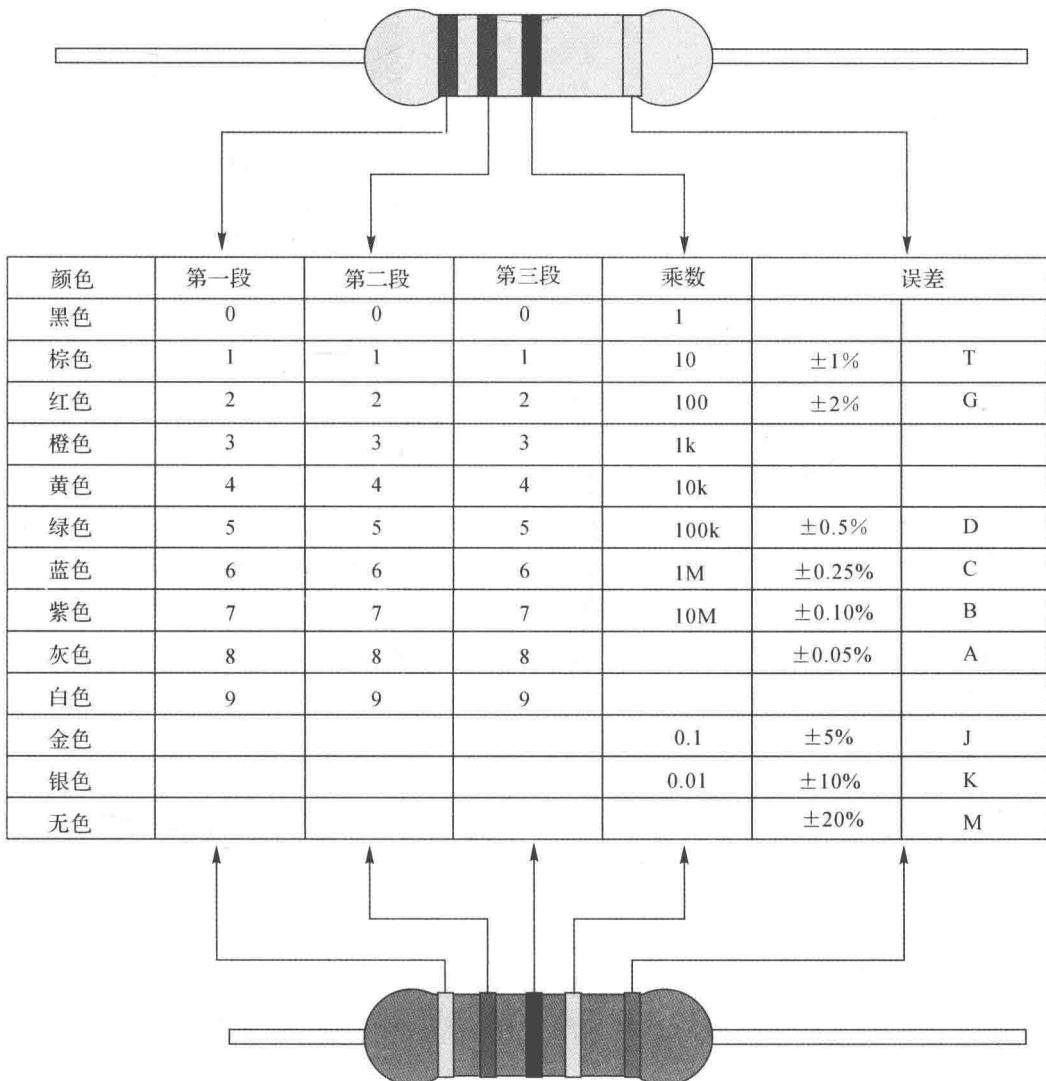

图 2.7 电阻色标
(2) 电阻标识。电阻器上标注的色标(色环)表明了电阻的阻值和精度特性(见图 2.7)。